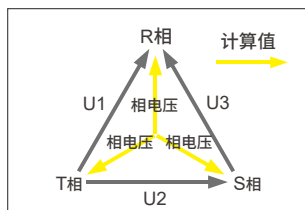

图2 三角形-星形转换
- 三角形-星形转换: 在三相3线制(3V3A制)系统中根据线电压计算相电压(图2)。